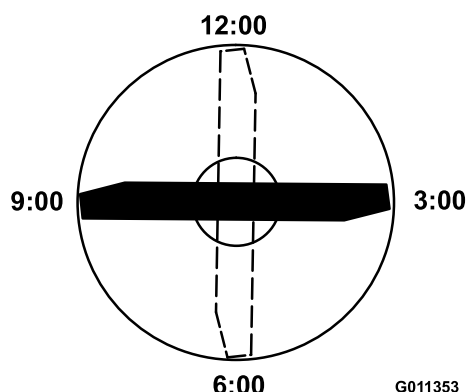

Bild 63
4. Positionieren Sie die Schnittkante der markierten Messerseite in die 12-Uhr-Stellung (geradeaus in Mährichtung) (Bild 63) und messen die Höhe vom Tisch bis zur Schnittkante.
5. Drehen Sie die markierte Seite des Messers auf die 3- und die 9-Uhr-Stellung (Bild 63) und messen die Höhe.